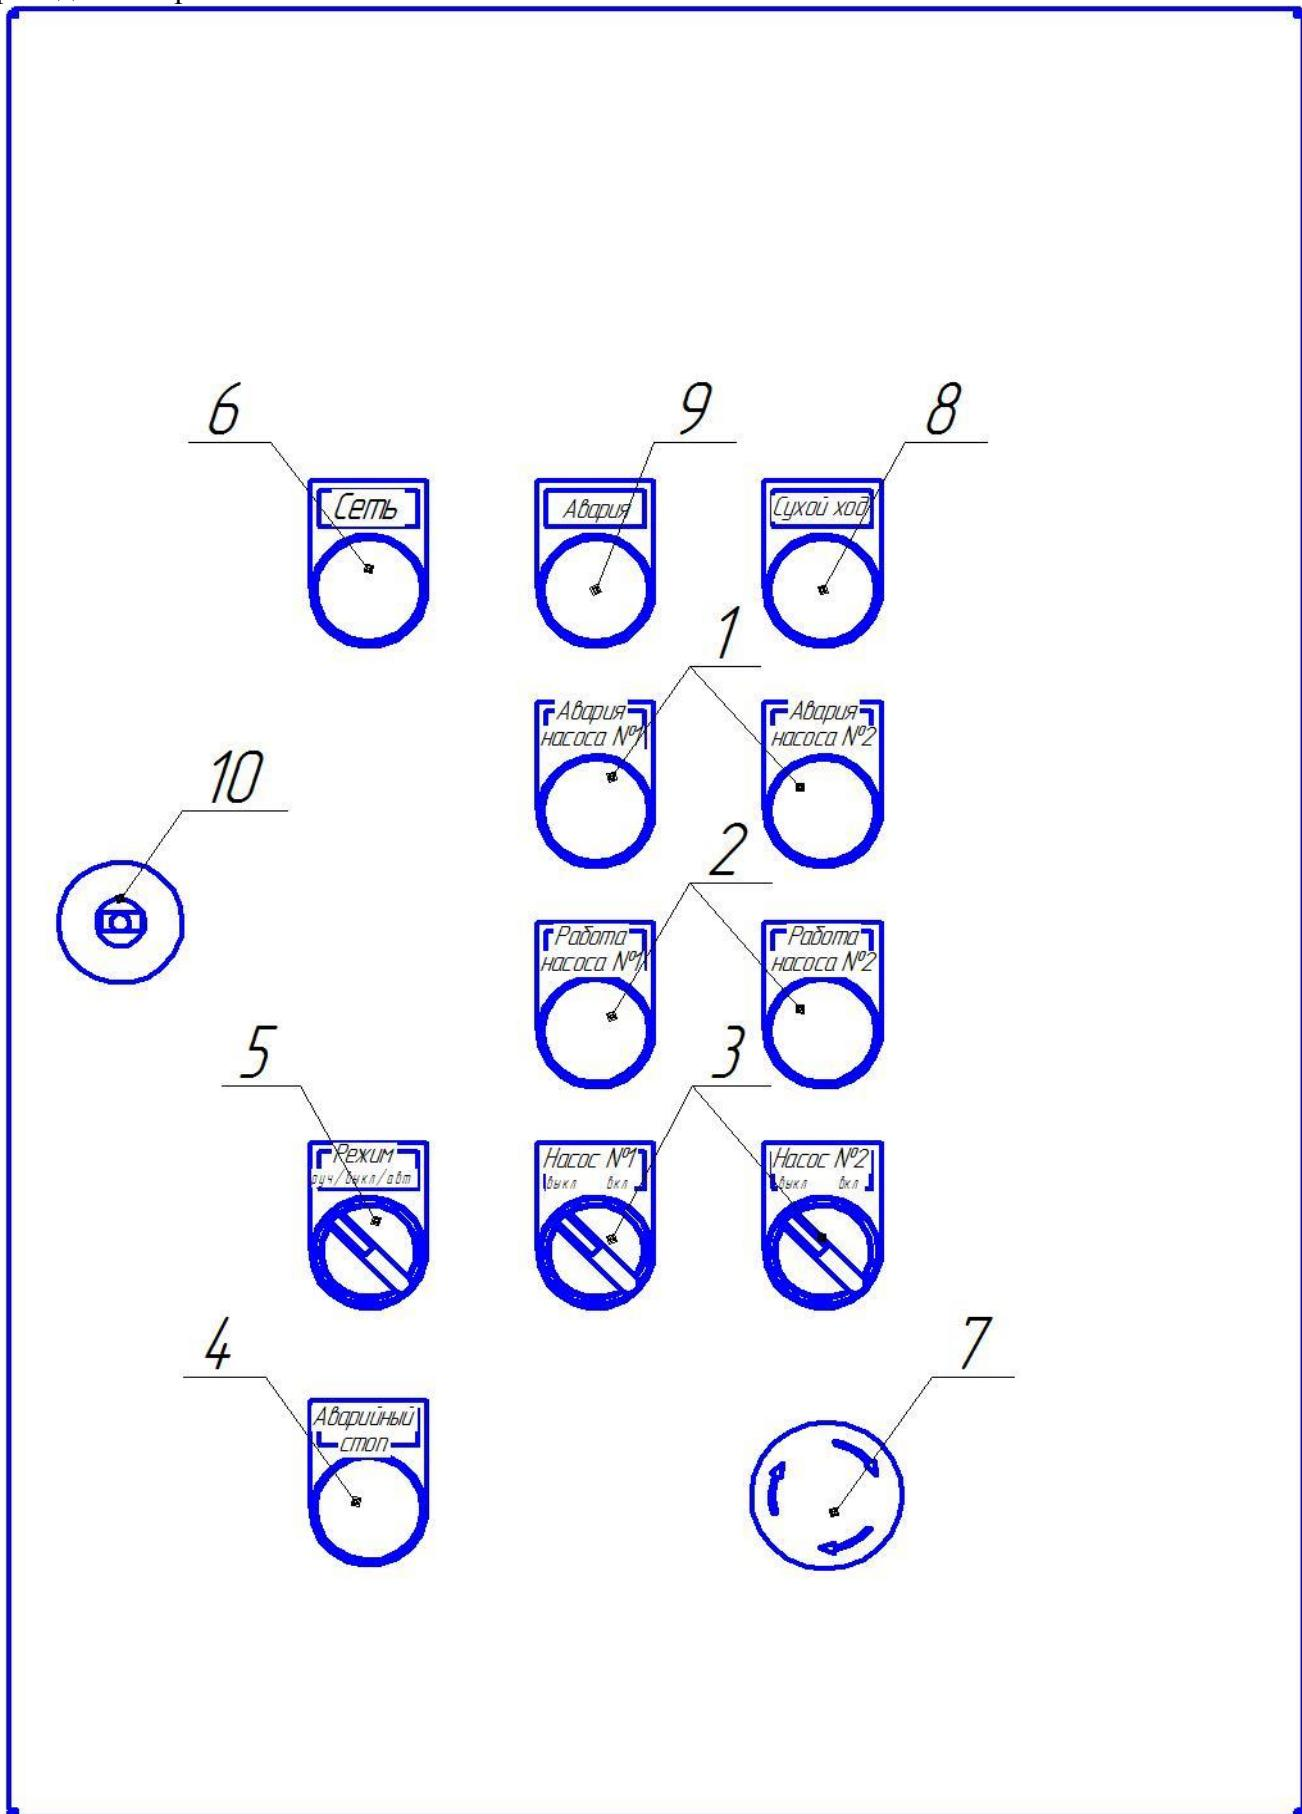

Рис. 2 Органы управления и индикации пульта управления
3.2 Органы управления и индикации на передней панели пульта управления приведены на рис. 2
3.3 Назначение органов управления и индикации передней панели пульта, указанных на рис.2, приведены в таблице 3.
- Установите переключатели насосов «Выкл./Вкл.» (рис.2 поз.3), в положение «Выкл.».
- Установите переключатель «Режим Ручн./Выкл./Автом.» (рис.2 поз. 5) в положение «Выкл.».
- Включите переключатель электропитания станции (рис.2 поз .9) в положение «Вкл.», загорится светодиод «Сеть» (рис.2 поз. 6).
- Проверьте правильность вращения рабочих колес насосов. Переведите переключатель «Режим Ручн./Выкл./Автом.» (рис.2 поз. 5) в положение «Ручн.».
- Запустите насос на 2-3 секунды включением одного из переключателей насосов «Выкл./Вкл.» (рис.2 поз. 3) в положение «Вкл.», и внимательно наблюдая за вращением крыльчатки охлаждения электродвигателя, определить направление вращения рабочего колеса. Рабочее колесо должно вращаться по направлению стрелки, изображенной на корпусе насоса. Аналогично проверьте направление вращения рабочего колеса остальных насосов.
- включить переключатель электропитания станции (рис.2 поз .9) в положение «Вкл.», при этом должен загореться светодиод «Сеть» (рис.2 .поз. 6).
- установить переключатели насосов (основные №1, №2,, в положение «Вкл.».(рис.2 поз.3)
- включить переключатель электропитания станции (рис.2 поз .9) в положение «Вкл.», при этом должен загореться светодиод «Сеть» (рис.2 поз. 6)..
- установить переключатели насосов в положение «Вкл.»(рис.2 поз.3).
- установить переключатели насосов, которые не будут находиться в работе «Выкл./Вкл.» (рис.2 поз. 3), в положение «Выкл.».
- переключатель «Режим Ручн./Выкл./Автом.» (рис.2 поз. 5) установить в положение «Автом..».
- 5.5 При возникновении нештатной ситуации для одновременной остановки всех насосных агрегатов нажать кнопку аварийной остановки (рис.2 поз.7). В нажатом положении кнопка фиксируется и загорается индикатор «Аварийный стоп» (рис.2 поз.4)
- ВНИМАНИЕ! Снятие фиксации кнопки аварийной остановки необходимо производить только после выключения электропитания насосной станции или установкой переключателя «Режим Ручн./Выкл./Автом.» в положение «Выкл.»(рис.2 поз.5)**
- 5.6 Свечение индикатора «Авария насоса» (рис.2 поз.1) говорит, что электродвигатель данного насоса выведен из работы автоматическим выключателем от перегрузки по току.